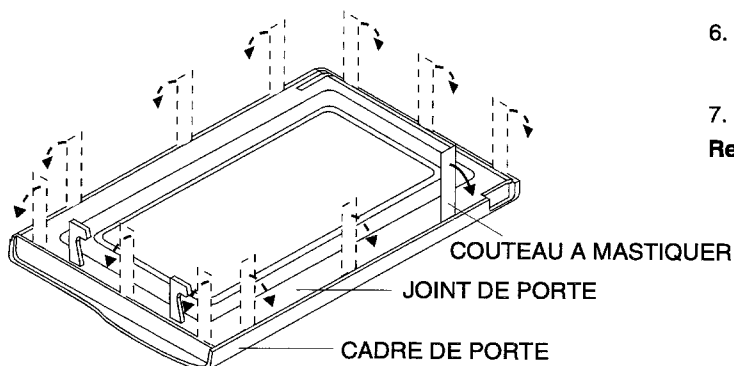

Figure C-5. Démontage de la porte
3. Insérer un couteau à mastiquer (d'une épaisseur de 0,5 mm environ) dans l'écartement entre le joint de porte et le cadre de porte comme illustré sur la figure C-5 pour libérer la pièce engagée.